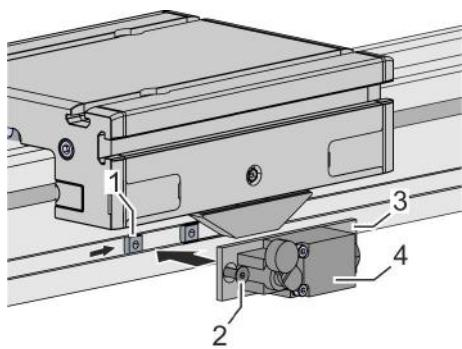

Abb. 35: Endschalter montieren
3. ► Nutenstein (Abb. 35/1) in die Nut des Führungsprofils einsetzen und positionieren.
4. ► Endschalter (Abb. 35/4) mit Halteplatte (Abb. 35/3) in Höhe der eingesetzten Nutensteinen aufsetzen.
5. ► 2 Schrauben (Abb. 35/2) festziehen.